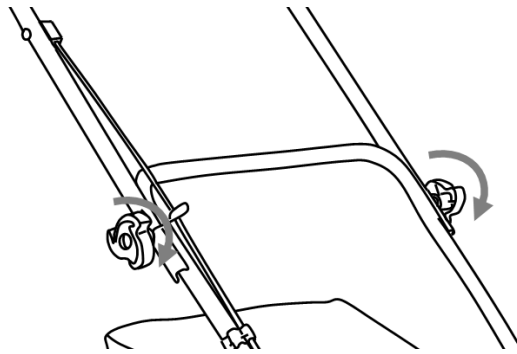

Fig.2
- ♦ Assemblare il manico superiore a quello inferiore come da fig.2.